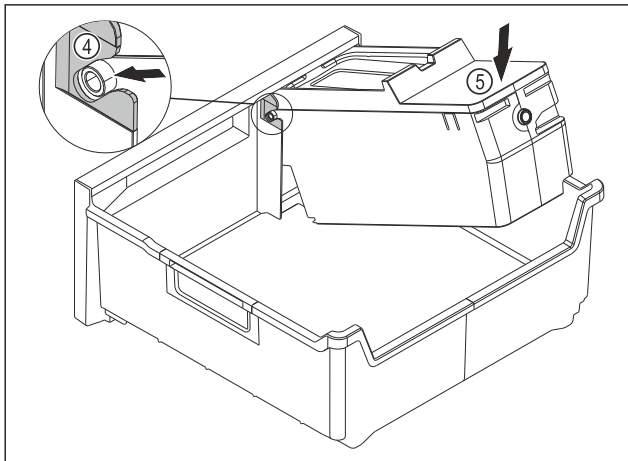

Fig. 110
- ▶ Смонтируйте корпус EasyTwist-Ice: Вставьте корпус EasyTwist-Ice в направляющие Fig. 110 (4).
- ▶ Вдавите корпус EasyTwist-Ice Fig. 110 (5) вниз.